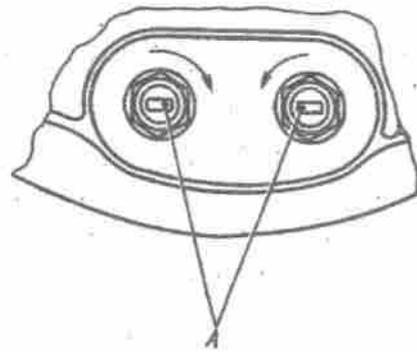

Bild 206. Stellung der Marken auf den Haltebolzen der Hinterradbrembacken:
2. Muttern der Haltebolzen ein wenig lockern und Haltebolzen in Anfangsstellung einstellen (die Marken auf den Haltebolzenköpfen sollen, wie in Bild 206 dargestellt, angeordnet sein).
Bei richtiger Einstellung neuer Bremsbacken und nichtabgenutzten Bremstrommeln sollen die Marken auf den Haltebolzenköpfen so angeordnet sein, wie in Bild 206 und 207 dargestellt oder mit geringer Abweichung in eine oder andere Seite.